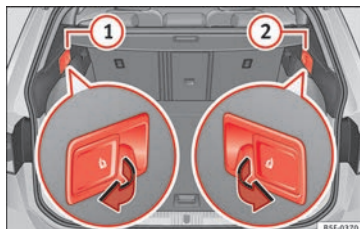

Bild 153 I bagageutrymmet: Spakar för fjärrfrigöring av den vänstra delen ① och högra delen ② på bakre ryggstödet.
- Dra i spaken för fjärrfrigöring på den vänstra delen » **bild 153 ①** eller den högra delen ② av ryggstödet i pilens riktning. Den frigjorda delen av det baksätets ryggstöd fälls automatiskt ned och framåt.